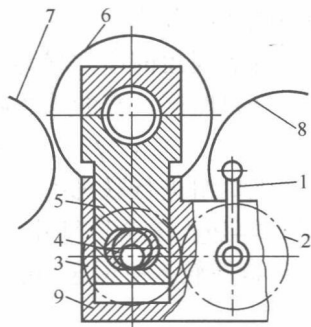

图 0-9 机械式离合压机构
a. 机械式离合压机构 如图 0-9 所示,印版滚筒轴承座 5 安装在托架 9 的内孔里,当扳动离合压手柄 1 时,通过齿轮 2、3 使偏心轴 4 转动,可带动轴承座 5 抬起或落下,使印版滚筒 6 与压印滚筒 7、网纹辊 8 离压或合压。